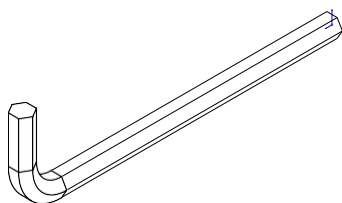

Rysunek 1
3. Zamontować tylne koła, zob. Rysunek 1.